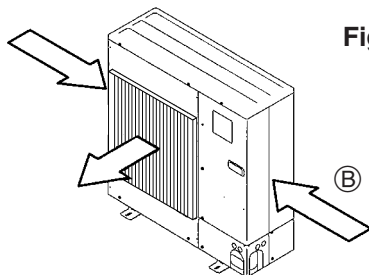

Fig. 2-5
- Coloque la unidad de manera que la salida de aire sopla en dirección perpendicular a la dirección estacional del viento, si la conoce. (Fig. 2-5)